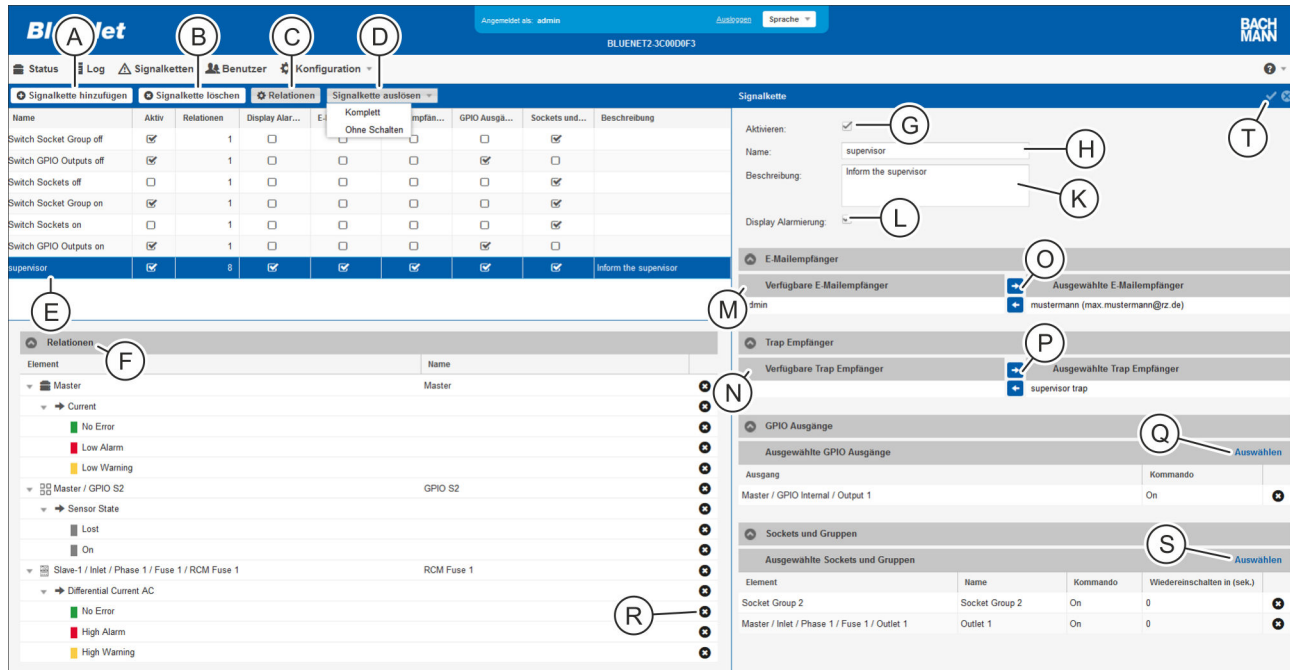

Abb. 125: Menü "Signalketten"
2. ➔ Über die Schaltfläche „Signalkette hinzufügen“ (Abb. 125/Ⓐ) eine neue Signalkette anlegen.
Um eine bestehende Signalkette zu modifizieren, die betreffende Signalkette in der Liste auswählen (Abb. 125/Ⓔ).
3. ➤ Im Bereich „*Signalkette*“ eine Benennung für die Signalkette eingeben (Abb. 125/Ⓜ).
4. ➤ Checkbox „*Aktivieren*“ (Abb. 125/Ⓢ) deaktivieren, um die Signalkette zu deaktivieren.
5. ➤ Bei Bedarf eine Beschreibung für die Signalkette eingeben (Abb. 125/Ⓢ).
6. ➤ Checkbox „*Display Alarmierung*“ bei Bedarf aktivieren, um eine Alarmmeldung auf dem Display der PDU anzeigen zu lassen (Abb. 125/Ⓢ).
7. ➤ Im Feld „*Verfügbare E-Mail-Empfänger*“ (Abb. 125/Ⓢ) bei Bedarf einen Empfänger für eine E-Mail-Benachrichtigung auswählen und über die Schaltfläche ➤ (Abb. 125/Ⓢ) ins Feld „*Ausgewählte E-Mail-Empfänger*“ schieben.
8. ➤ Im Feld „*Verfügbare Trap Empfänger*“ (Abb. 125/Ⓢ) bei Bedarf einen Trap-Empfänger auswählen und über die Schaltfläche ➤ (Abb. 125/Ⓢ) ins Feld „*Ausgewählte Trap Empfänger*“ schieben.
9. ➤ Wenn die Signalkette mit einem Ausgang an einem GPIO-Modul verknüpft werden soll, die Schaltfläche „*Auswählen*“ (Abb. 125/Ⓢ) auswählen.
11. ➤ Bei Bedarf den entsprechenden Ausgang in der Liste auswählen und über das Auswahlménü „*Ein*“ / „*Aus*“ im Bereich unterhalb der Schaltfläche „*Auswählen*“ (Abb. 125/Ⓢ) festlegen, ob das Relais beim Auslösen der Signalkette ein- oder ausgeschaltet werden soll.
12. Wenn die Signalkette mit einem Socket oder einer Socketgruppe verknüpft werden soll, Schaltfläche „Auswählen“ (Abb. 125/Ⓜ) auswählen.
14. Bei Bedarf den entsprechenden Ausgang in der Liste auswählen und über das Auswahlmenü „Ein“/„Aus“ im Bereich unterhalb der Schaltfläche „Auswählen“ (Abb. 125/Ⓞ) festlegen, ob der Socket oder die Socketgruppe beim Auslösen der Signalkette ein- oder ausgeschaltet werden soll.
15. Auswahl über die Schaltfläche „Speichern“ bestätigen (Abb. 125/Ⓟ).
- ⇒ Die Signalkette ist angelegt (Abb. 125).
i Um eine Übersicht über die einer Signalkette zugeordneten Elemente zu erhalten, die gewünschte Signalkette auswählen (Abb. 125/ⓔ) und die Schaltfläche „Relationen“ (Abb. 125/Ⓠ) anklicken. Es erscheint der Bereich „Relationen“ (Abb. 125/Ⓡ).
Um eine Signalkette manuell auszulösen, die gewünschte Signalkette auswählen (Abb. 125/Ⓔ) und den Menüpunkt „Signalkette auslösen → Ohne Schalten“ (Abb. 125/Ⓣ) auswählen. Je nach Konfiguration der Signalkette werden nacheinander eine Test-E-Mail, ein SNMP-Trap und ein Display-Alarm ausgelöst. Bei der Auswahl des Menüpunkts „Signalkette auslösen → Komplette“ (Abb. 125/Ⓣ) werden ggf. auch die ausgewählten Sockets/Socketgruppen bzw. GPIO-Ausgänge geschaltet.
Um eine Signalkette zu löschen, die gewünschte Signalkette auswählen (Abb. 125/Ⓔ) und die Schaltfläche „Signalkette löschen“ (Abb. 125/Ⓣ) anklicken. Im Anschluss erscheint ein Abfragedialog, der bestätigt werden muss.